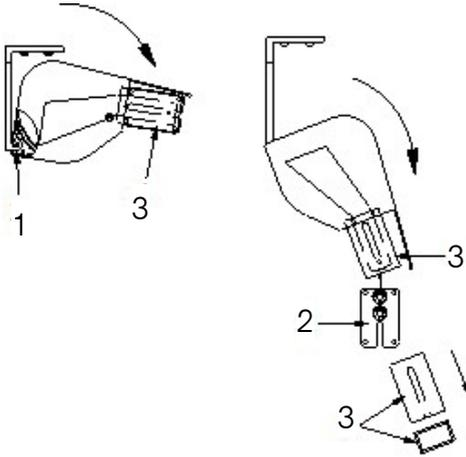

Abb. 10: Montage des Markisenkastens
- » Heben Sie mit einer zweiten Person den Markisenkasten gleichmäßig an und steigen Sie auf die Leitern. Hängen Sie den Markisenkasten gerade in die Montagekonsolen ein (1 – Abb. 10).
- » Nehmen Sie die Transportsicherungen (3 – Abb. 10) ab